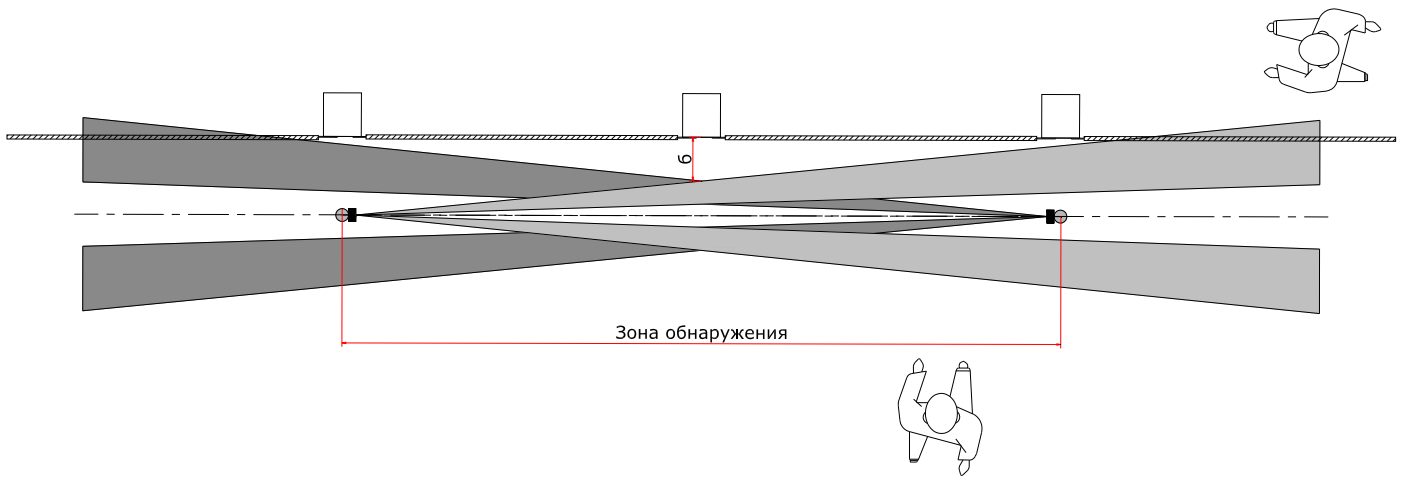

Рис. 5 Вариант установки со встречным включением извещателей.
- совместить оптические оси извещателей, для этого провести визуальную юстировку в вертикальной и горизонтальной плоскостях таким образом, чтобы противоположный извещатель оказался в центре зоны обнаружения (см. рисунок 5);